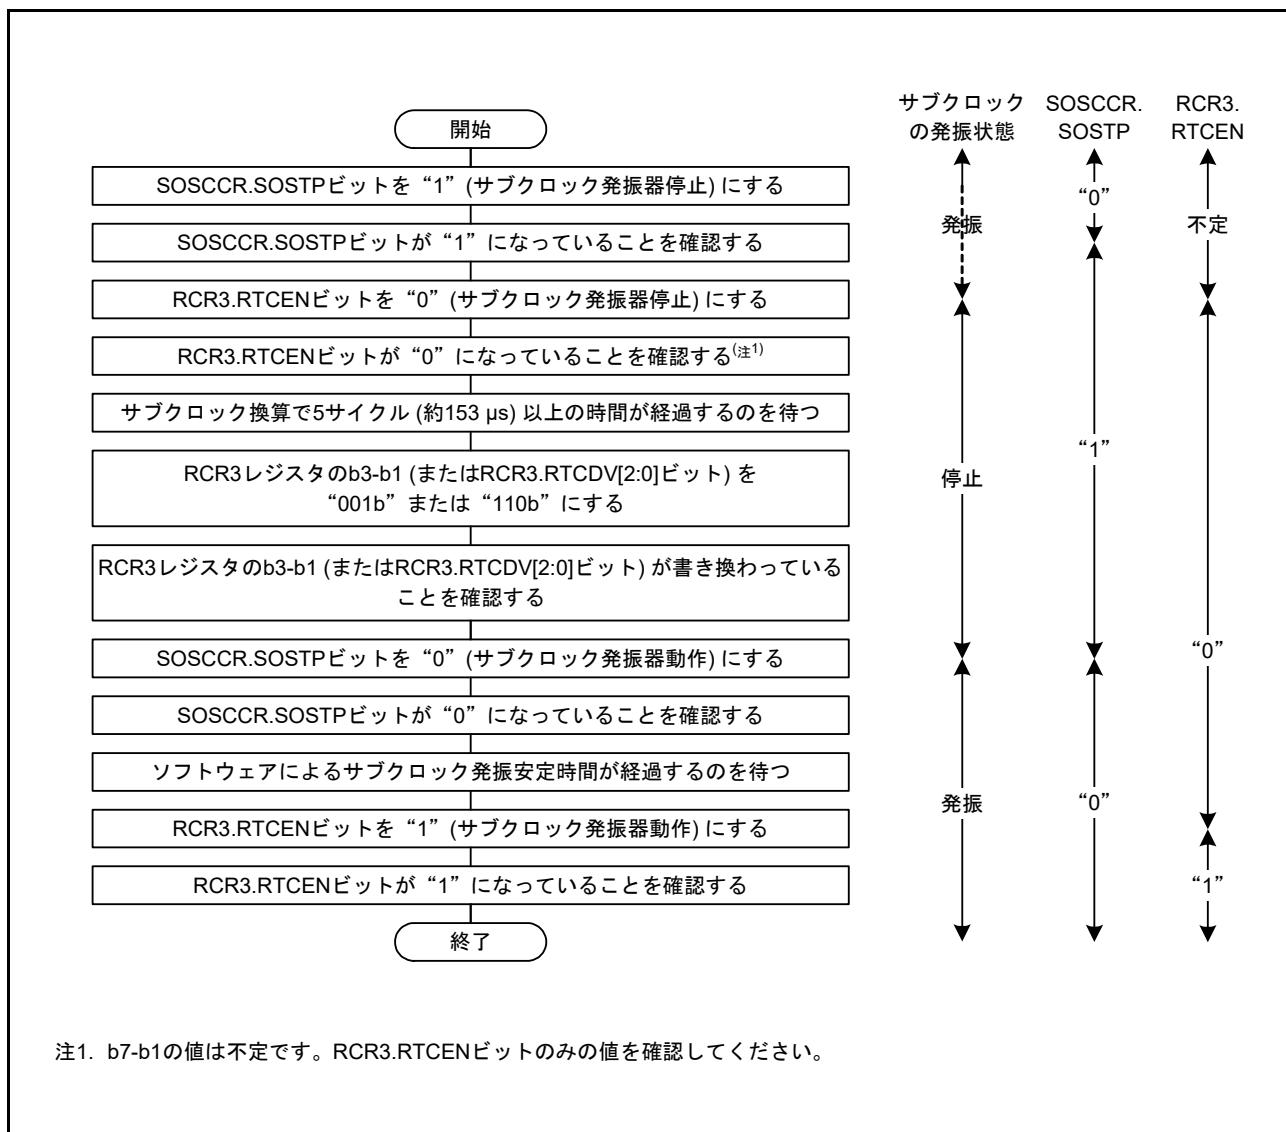

図 9.10 サブクロックをリアルタイムクロックのカウントソースに使用する場合の初期化フローチャート
- サブクロックをシステムクロックとして使用し、かつリアルタイムクロックのカウントソースとして使用する場合は、図 9.10 のフローチャートの例に従って初期設定してください。その後、「24.3.2 クロックとカウントモード設定手順」に記載されたクロック設定手順に従って設定してください。